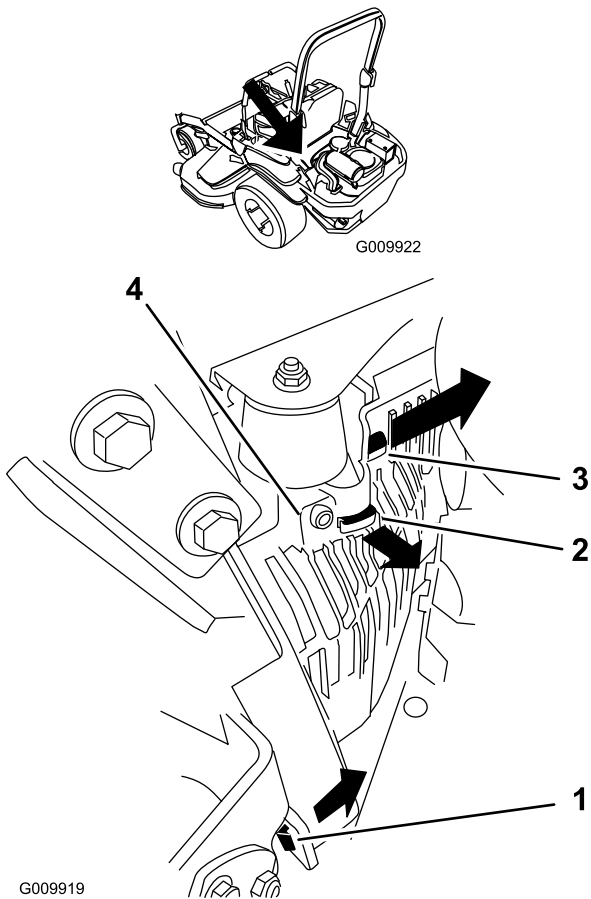

Figure 53
3. Déposez le capot de l'unité hydraulique gauche dans l'ordre indiqué à la Figure 53.
- Montez le carénage de l'unité hydraulique gauche (Figure 53).